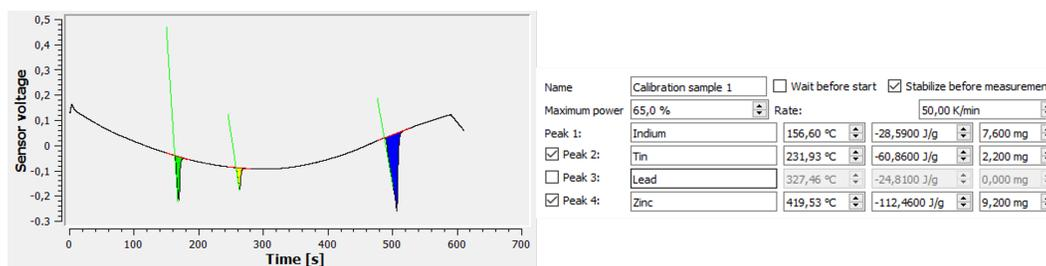

Figure 2: Calibration 3 points de la Chip DSC 1 et interface du logiciel
4. Suite à l'acquisition des données, la calibration est terminée et vous obtiendrez la courbe similaire à la figure 2;